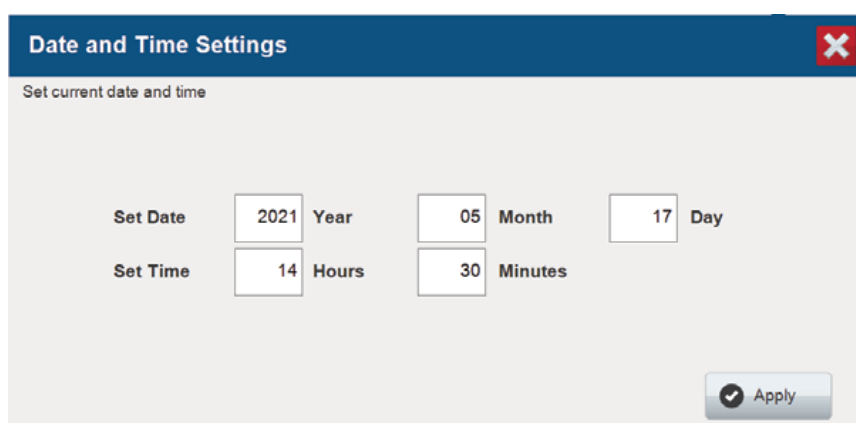

図 153 Date and Time の設定画面
1. Main Menu 画面 (図 9) の右上にある Date and Time を選択して、Date and Time Settings 画面 (図 153) を開いてください。